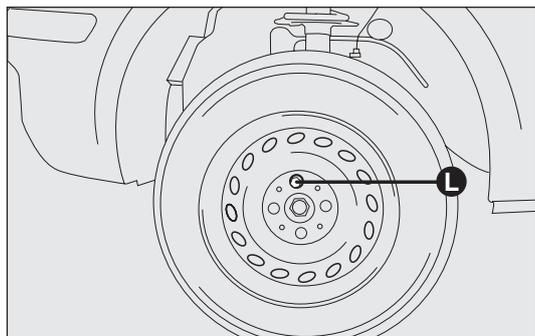

fig. 148
- ❑ per versioni dotate di coppa ruota, togliere la coppa ruota dopo aver svitato i 3 bulloni che la fissano ed infine svitare il quarto L-fig. 148 bullone ed estrarre la ruota;